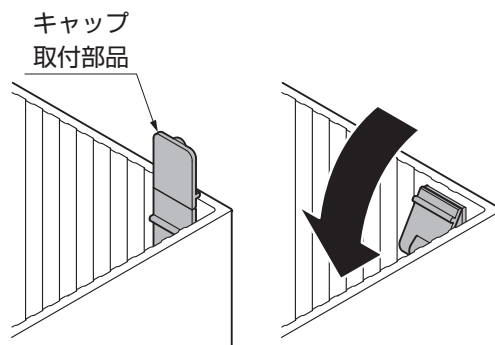

図14-6
- ③キャップ取付部品を折り曲げてください。（図14-6参照）
- ④150角キャップを150角柱にはめ込んでください。